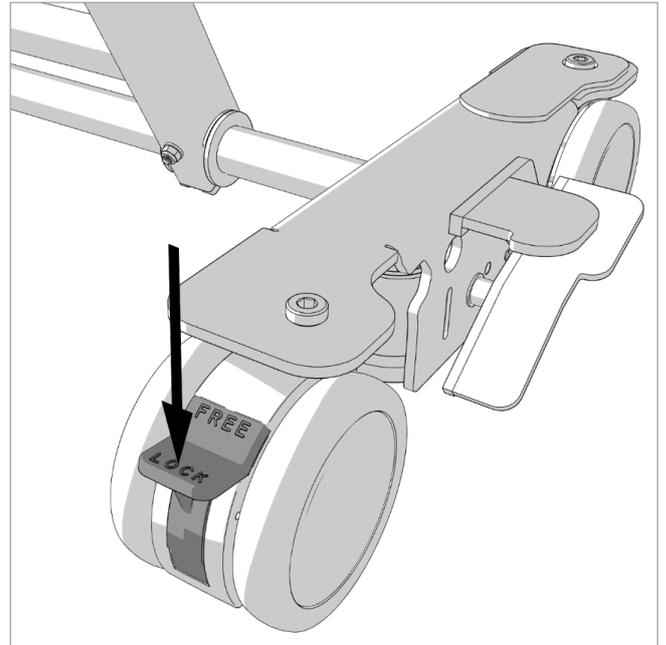
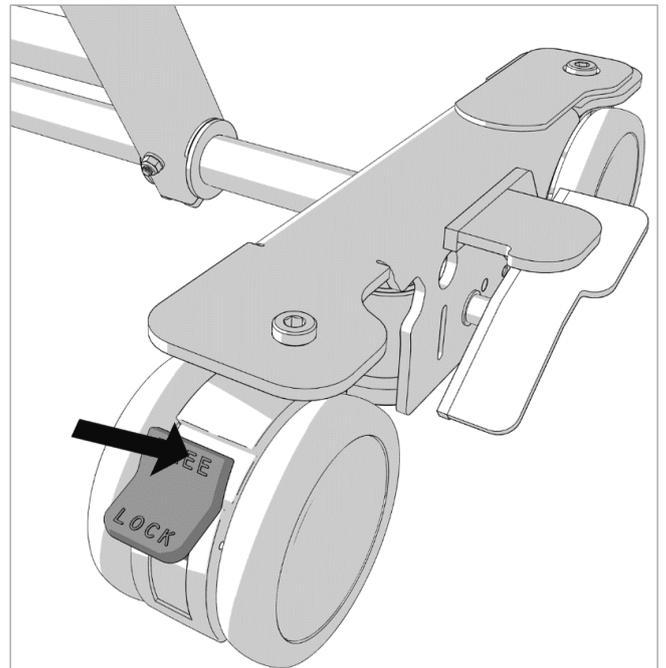

Figure 12.2
Figure 12.3
1. Pour engager le verrouillage directionnel, appuyez sur la partie inférieure de la pédale de verrouillage directionnel (marquée lock) comme dans la Figure 12.2 jusqu'à ce que le levier se verrouille en position.
2. Pour débloquer le verrouillage directionnel, appuyez sur la partie supérieure du levier de verrouillage directionnel (marquée libre) comme indiqué dans la Figure 12.3 jusqu'à ce que le levier se désengage et passe en position libre, comme indiqué dans la Figure 12.2.